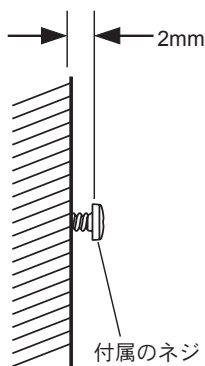

図2
- ② ネジの頭を壁から2mm 出した状態にします（図2参照）。